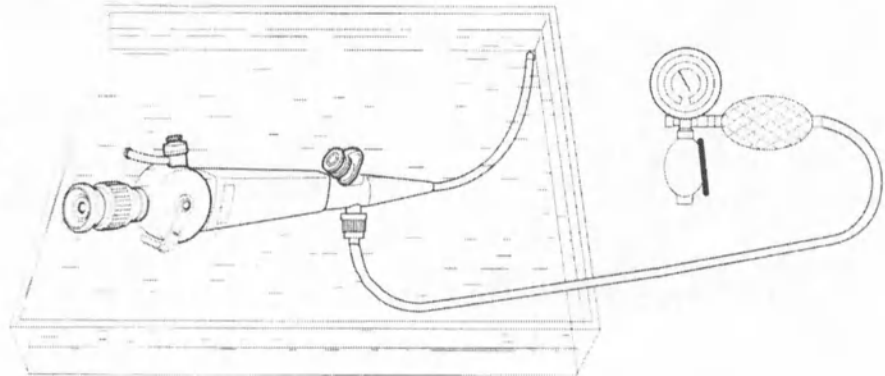

Рисунок 4
- 1) Снимите с эндоскопа все клапаны, в том числе резиновый клапан инструментального канала. Подсоедините течеискатель к эндоскопу, с помощью груши накачайте давление до тех пор, пока стрелка манометра не попадет в ЗЕЛЕНУЮ зону. После этого эндоскоп можно погрузить в чистую воду. (Рисунок 4)